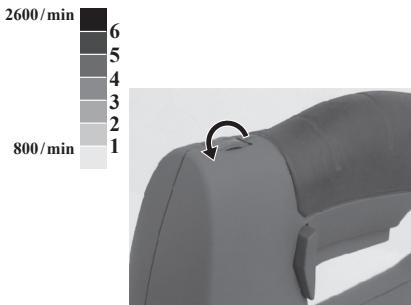

Fig. 5
7.2 Hastighetskontroll (Fig. 5)